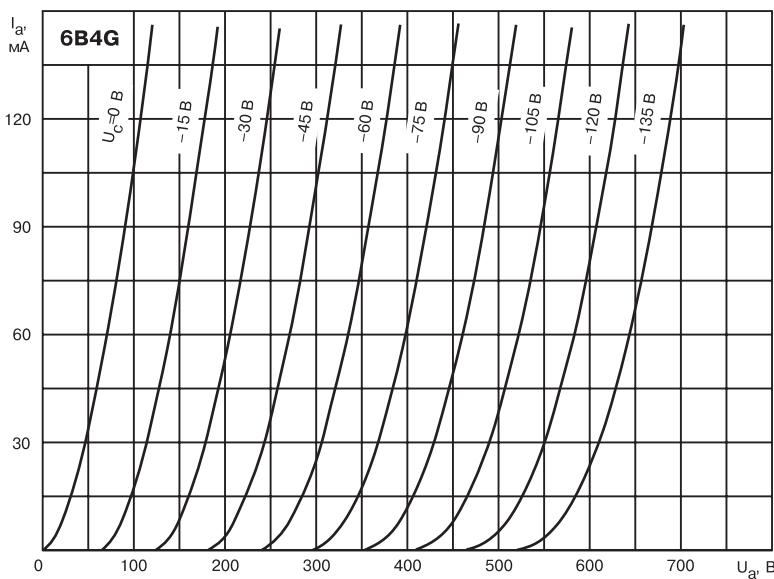

Рис. 3.15. Типовые вольтамперные характеристики 6B4G
**Достоинства:** превосходная звуковая сигнатура; линейные ВАХ (см. рис. 3.15); низкое внутреннее сопротивление; обилие схемотехнических решений; сравнительная доступность для российских радиолюбителей; стандартный октальный цоколь; стандартные напряжения накала.